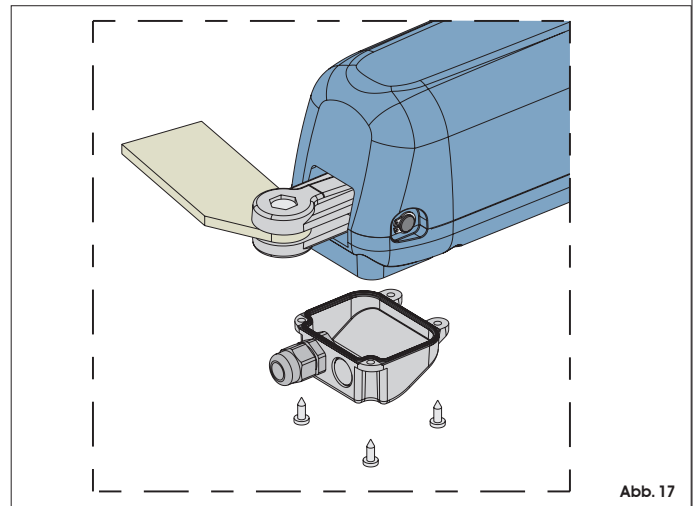

Abb. 17
- 4) Den Deckel mit den vier mitgelieferten Schrauben verschließen, Abb. 17.